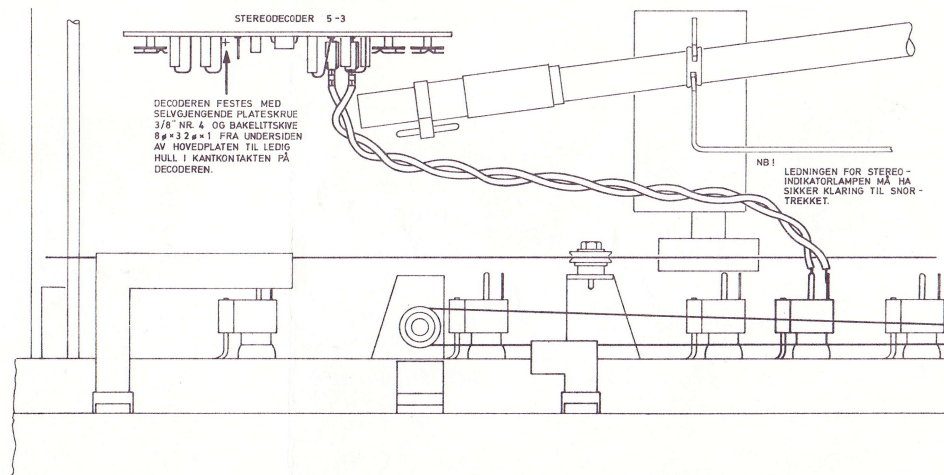

fig. 4
2. Plugg dekoderen inn i den ledige kontakten (fig. 4).
4. Monter lampeholderen fra stereoindikatoren på den utstansede vinkelen bak skalaen og legg ledningene til lampen slik at snortrekket går fritt (fig. 4).